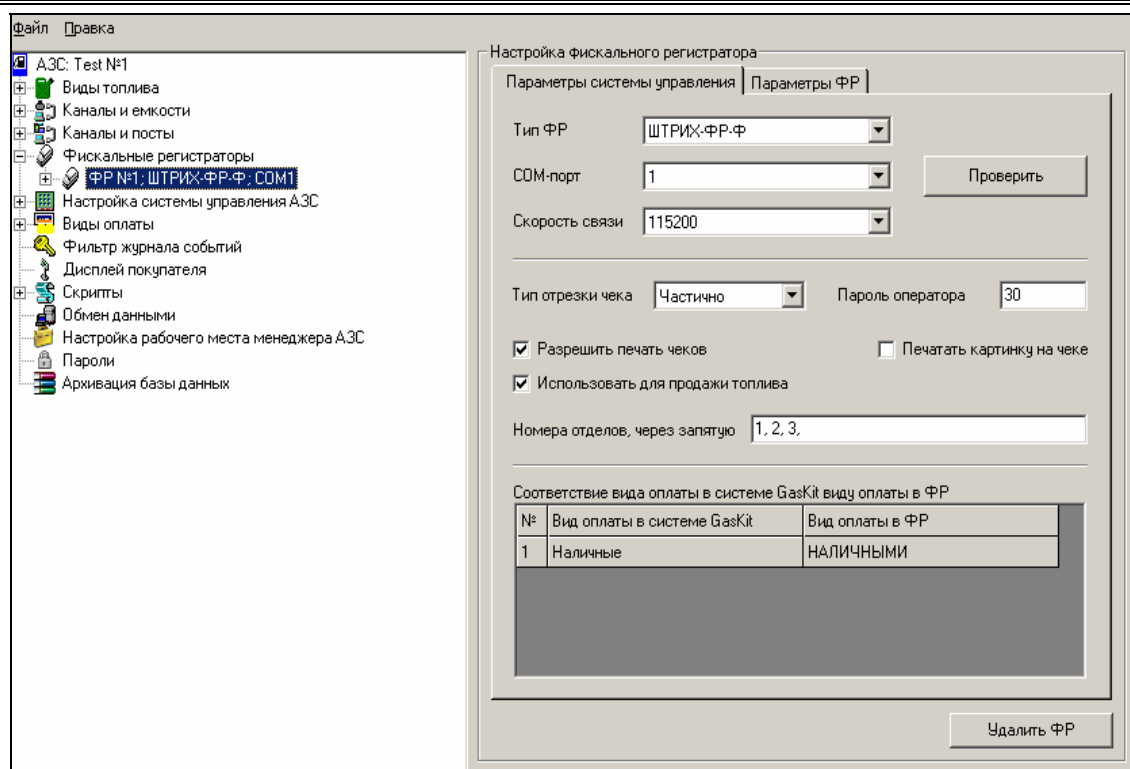

Рисунок 14
- Вкладка редактирования параметров системы управления (рисунок 14) – позволяет задавать параметры системы управления GasKit v.7.2 для работы с данным фискальным регистратором.